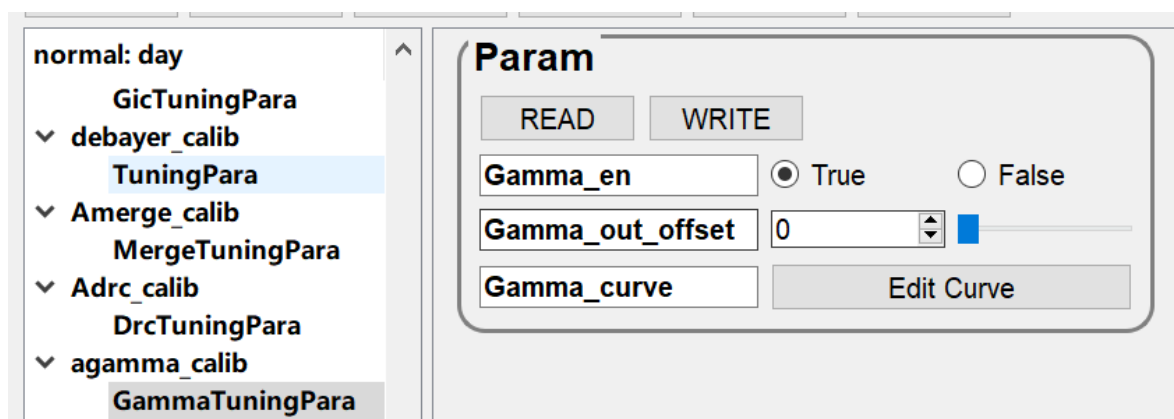

图5-4-1-1 Gamma界面
1. 如图5-4-1-1所示，进入GammaTuningPara页面，点击页面中Gamma\_Curve参数的Edit Curve按钮，打开Gamma可视化调试界面
2. 如图5-4-1-2所示，Gamma可视化调试界面主要包含以下几个部分的功能：